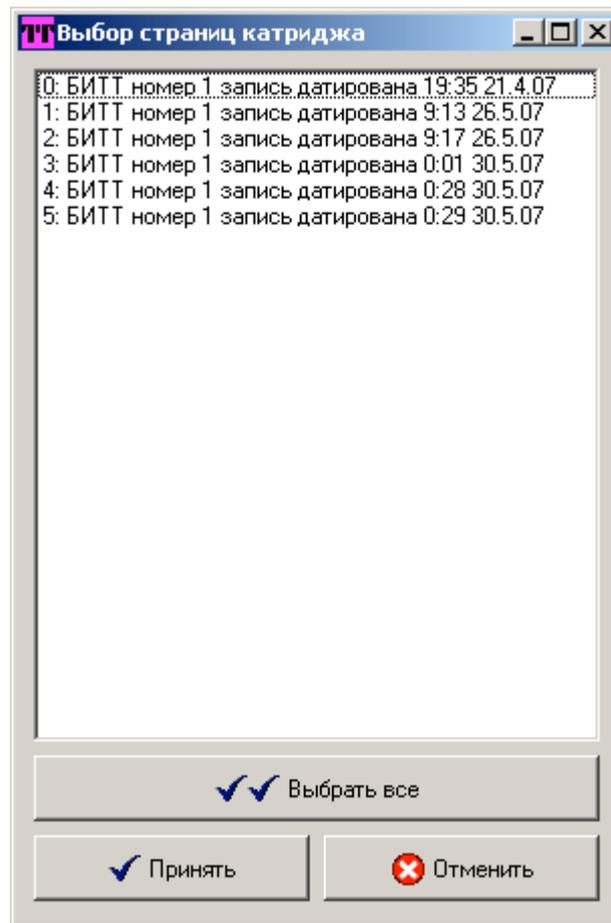

Рис. 38. Форма выбора подлежащих считыванию страниц картриджа
- форма выбора подлежащих считыванию страниц приведена на рис. 38. Эта форма используется при работе с устройством переноса информации (картриджем) РСБП «СТРИМ» и предоставляет пользователю возможность провести считывание не всей хранящейся на картридже информации, а лишь интересующих пользователя фрагментов ее.